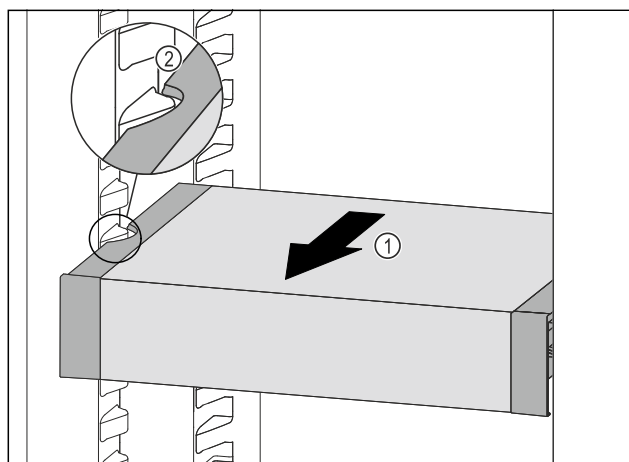

Fig. 141
- Húzza előrefelé a VarioSafe fiókot annyira Fig. 141 (1), hogy a VarioSafe oldalsó kivágásai a hűtőrésszen a tartó-borda magasságában legyenek. Fig. 141 (2)